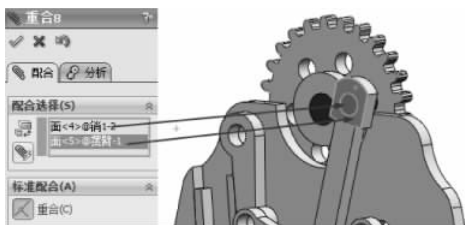

图 3-154 重合配合
(17) 继续进行配合约束,选择【标准配合】选项组下的【重合】配合类型 ,在【要配合的实体】选择框  中选择如图 3-154 所示的面,其他保持默认,单击【确定】按钮 ,完成重合配合。